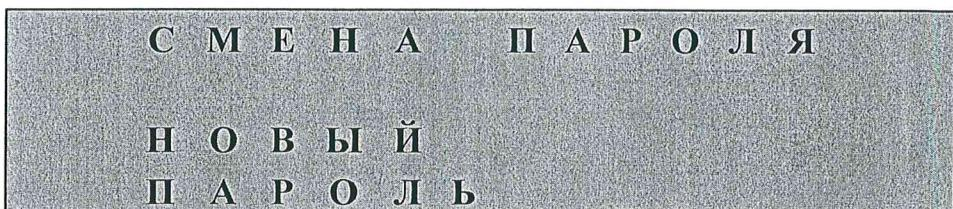

Рисунок 16 – Запрос ввода нового пароля
7.8.3.5 Введите действующий пароль. Если пароль введен правильно, то на ЖКИ отобразится запрос на ввод нового пароля, приведенный на рис. 16.
7.8.3.6 Введите новый пароль, при этом на ЖКИ отобразится запрос на повторный ввод нового пароля, приведенный на рис. 16.